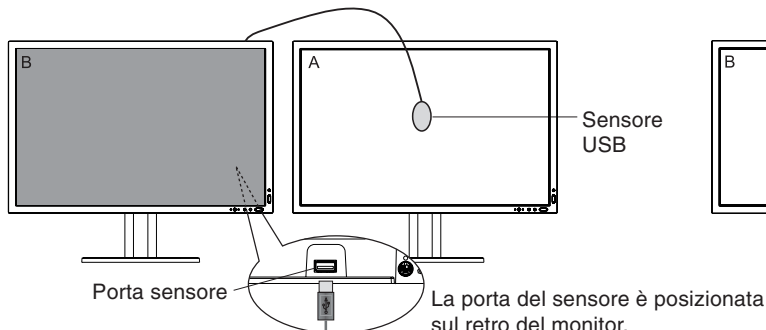

Figura C.1
1. Collegare il sensore USB alla porta del sensore (**Figura C.1**).
8. La procedura richiederà che il sensore USB venga posizionato al centro del display (**Figura C.8**). Inclinare il display di circa 5° all'indietro e posizionare il sensore USB al centro del display (**Figura C.1**).